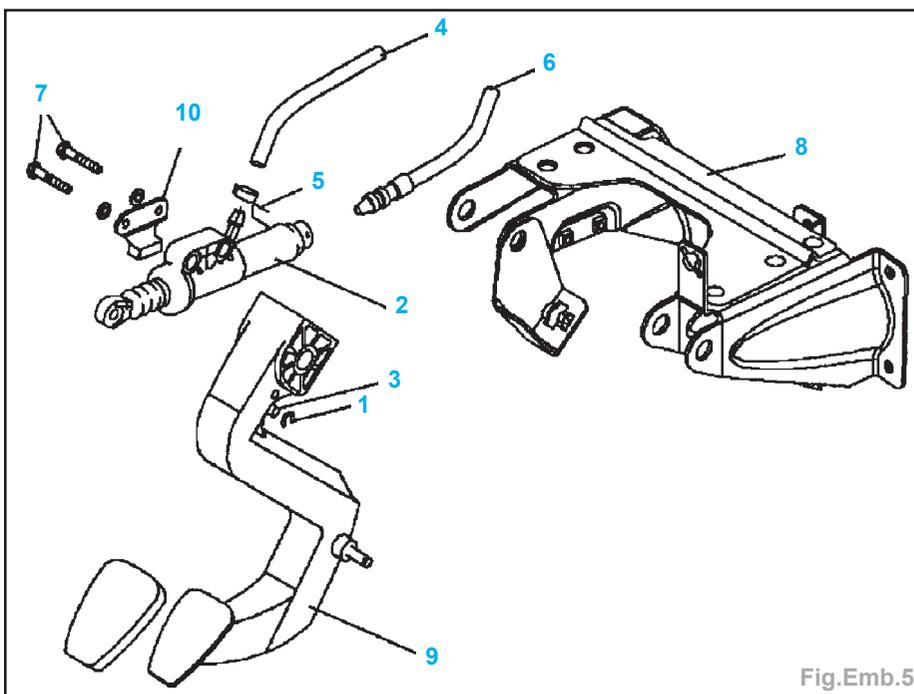

Fig.Emb.5
- Enlever le clip (1) du cylindre émetteur (2) sur l'essieu d'appui (3) (Fig.Emb.5).